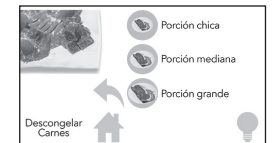

Figura 11
1. Oprima el ícono de **Descongelar** (Figura 11).